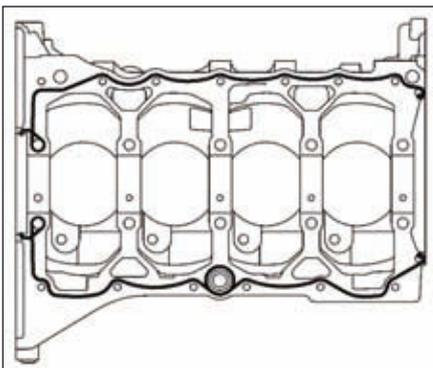

FIG.64
- Appliquer un joint d'étanchéité de type Rhodorseal 5661 sur le carter de chapeau de vilebrequin d'une largeur de $2 \pm 0,4$ mm (Fig.64).